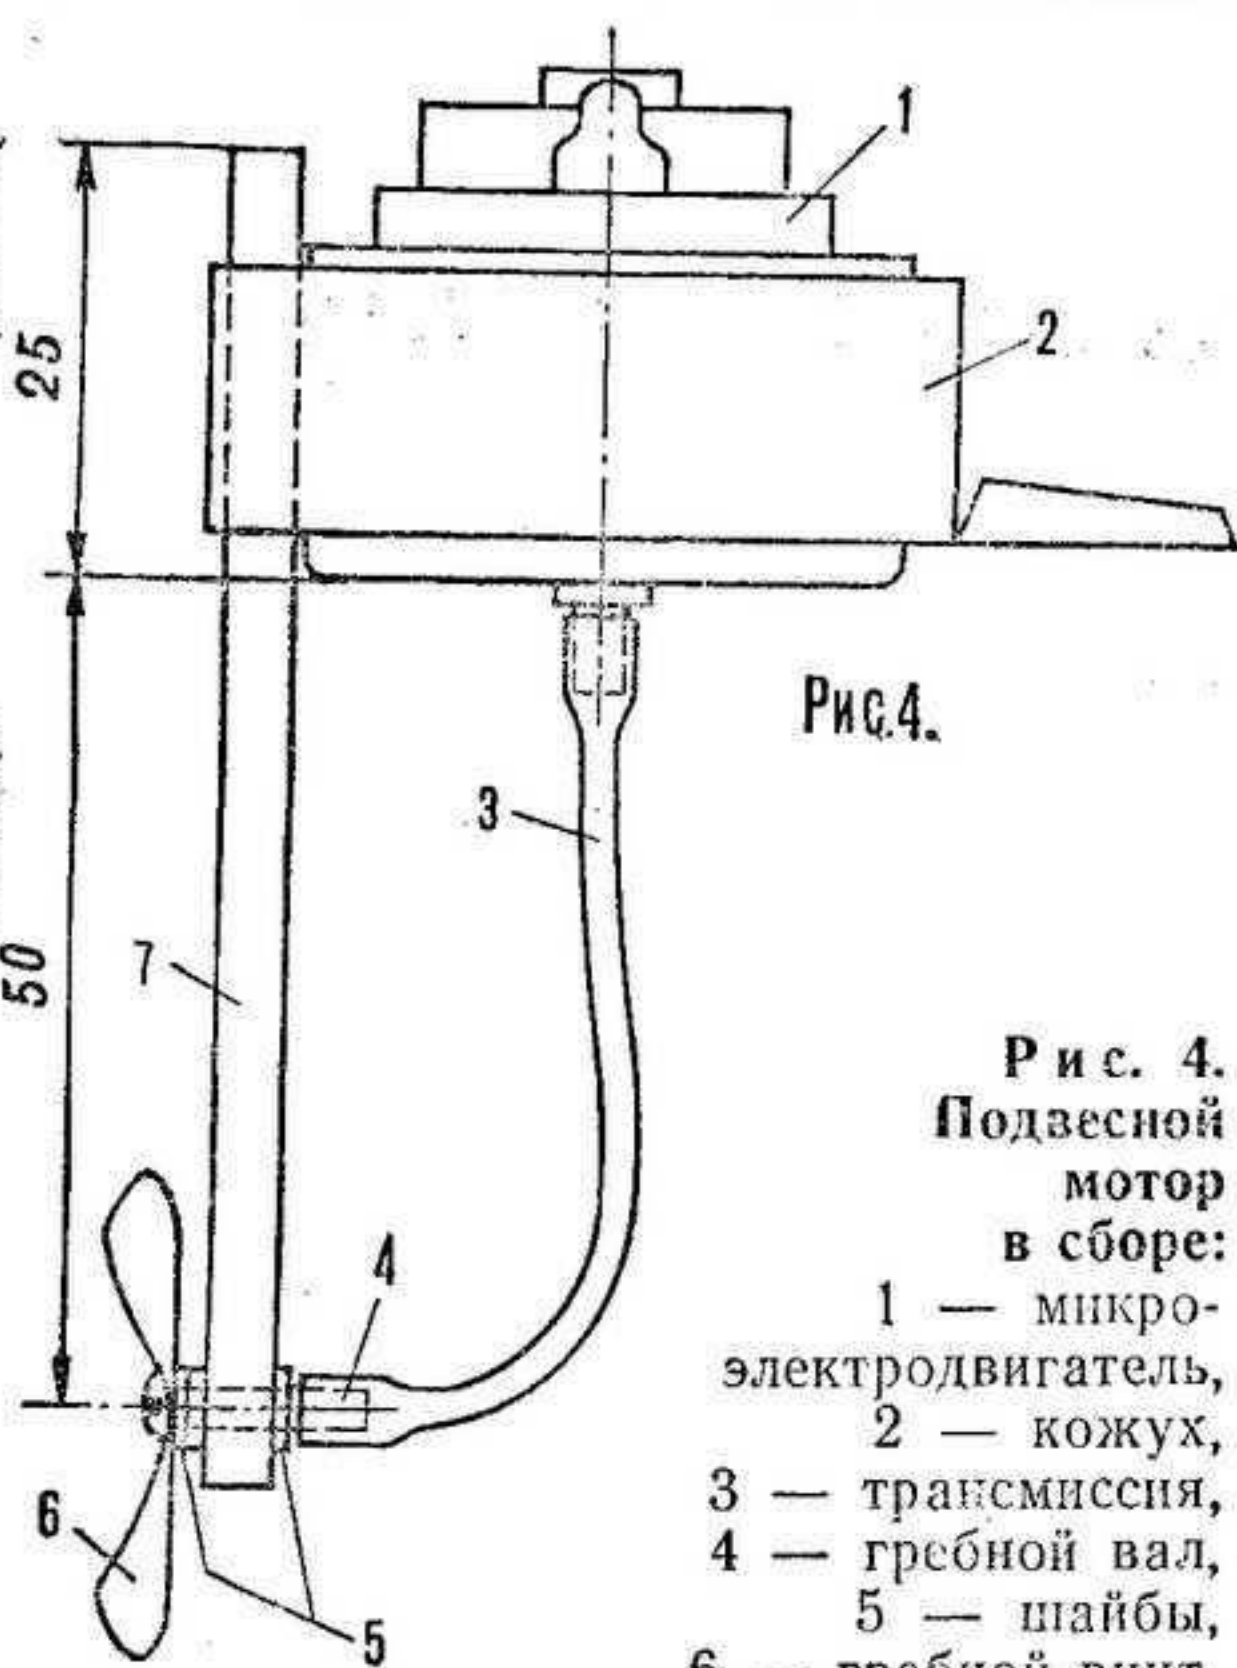

Рис. 4.
Заготовку кожуха вырежьте из листовой жести или латуни толщиной 1 мм и соедините в кольцо, вставив «язычок» в соответствующую ему прорезь (рис. 2). Полученному кольцу придайте форму корпуса моторчика, одновременно обжав дейдвудную трубку (см. рис. 4).
Трансмиссия — отрезок резиновой трубки (от ниппеля велосипедной камеры) длиной около 45 мм. Один ее конец надевают на вал электромотора, а другой — на гребной (рис. 4).
- Рис. 4.